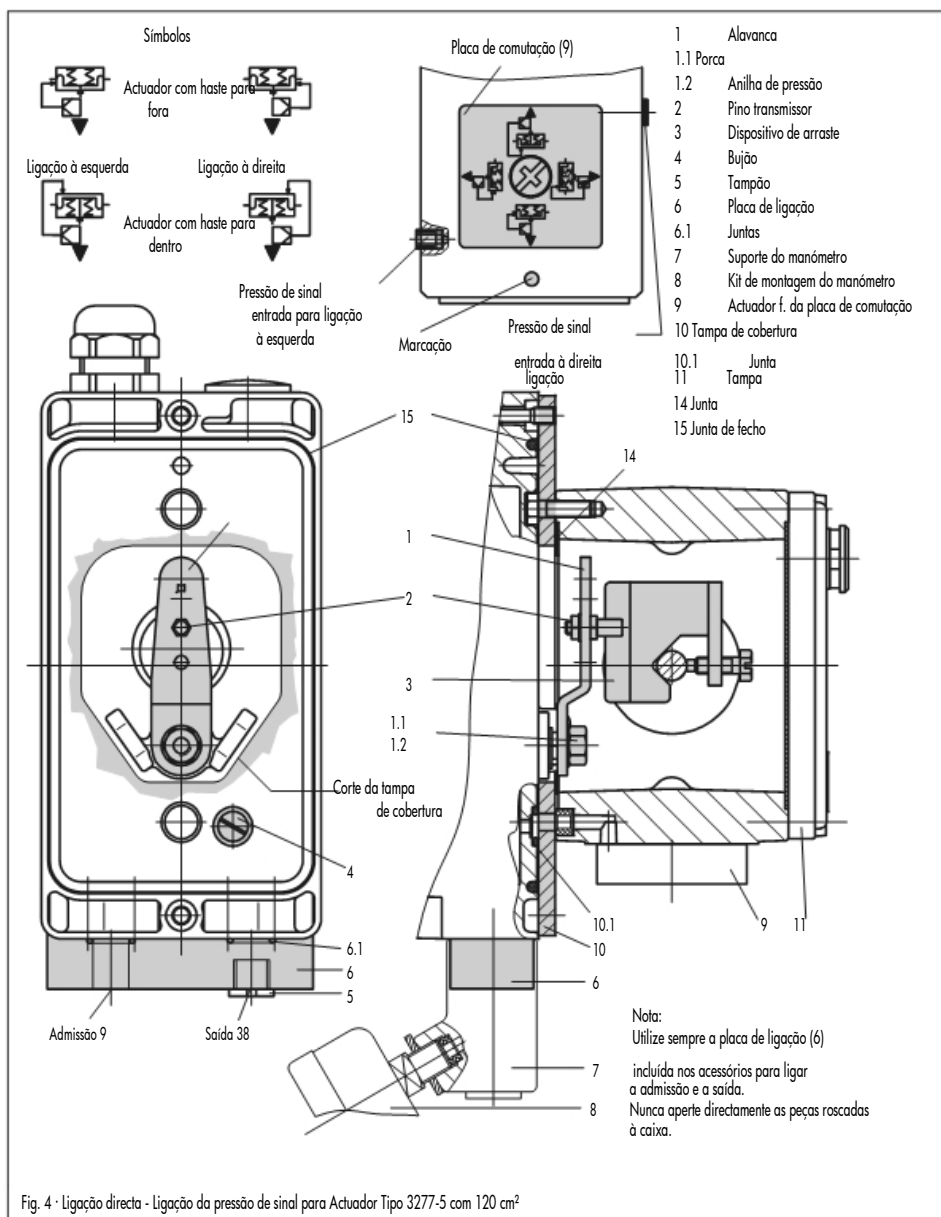

Fig. 4 - Ligação directa - Ligação da pressão de sinal para Actuador Tipo 3277-5 com 120 cm²
1. Monte a placa de ligação (6) ou o suporte do manómetro (7) com os manómetros no posicionador, certificando-se que as duas juntas (6.1) estão encaixadas correctamente.
2. Remova o bujão de exaustão (4) na parte de trás do posicionador e feche a saída da pressão de sinal "Output 38" na placa de ligação (6) ou no suporte do manómetro (7) com o tampão (5) incluído nos acessórios.
3. Coloque o dispositivo de arraste (3) na haste do actuador, alinhe e aperte firmemente para que o parafuso de montagem fique localizado na ranhura da haste do actuador.
4. Monte a placa da cobertura (10) com o lado estreito da abertura de corte (Fig. 4, lado esquerdo)